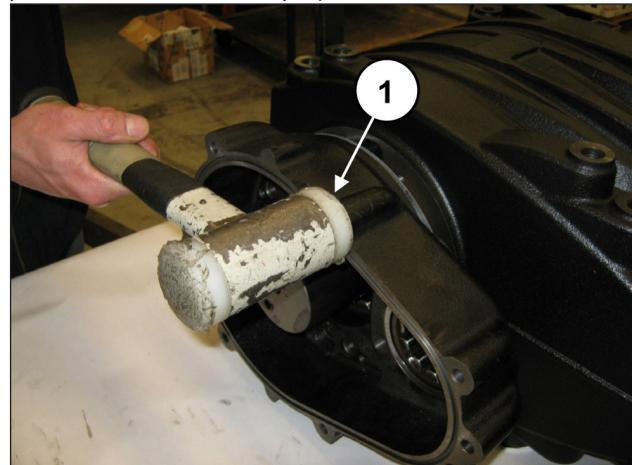

Рис. 65
Установите корпус редуктора (с соответствующим уплотнением) с помощью ударной массы (поз. ①, Рис. 65).